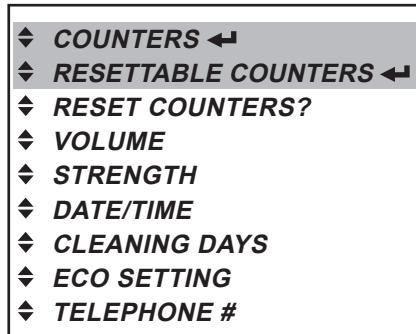

Рис. 33
- Перейти в режиме оператора к меню «COUNTERS» («СЧЕТЧИКИ») и в меню «RESETTABLE COUNTERS» (СБРАСЫВАЕМЫЕ СЧЕТЧИКИ) и нажать кнопку ← для его вызова. (Рис. 33)